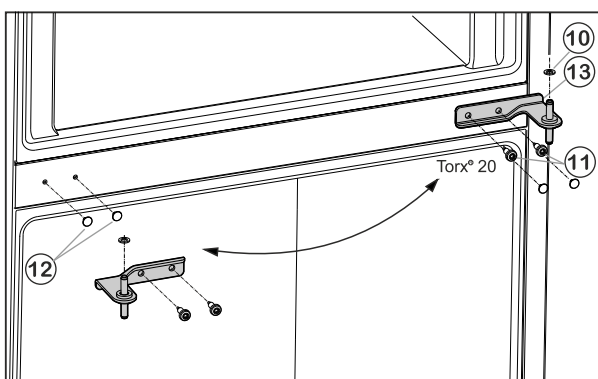

Fig. 6
- ▶ Togliere con cautela i coperchi Fig. 6 (12) e riapplicarli sul lato opposto.